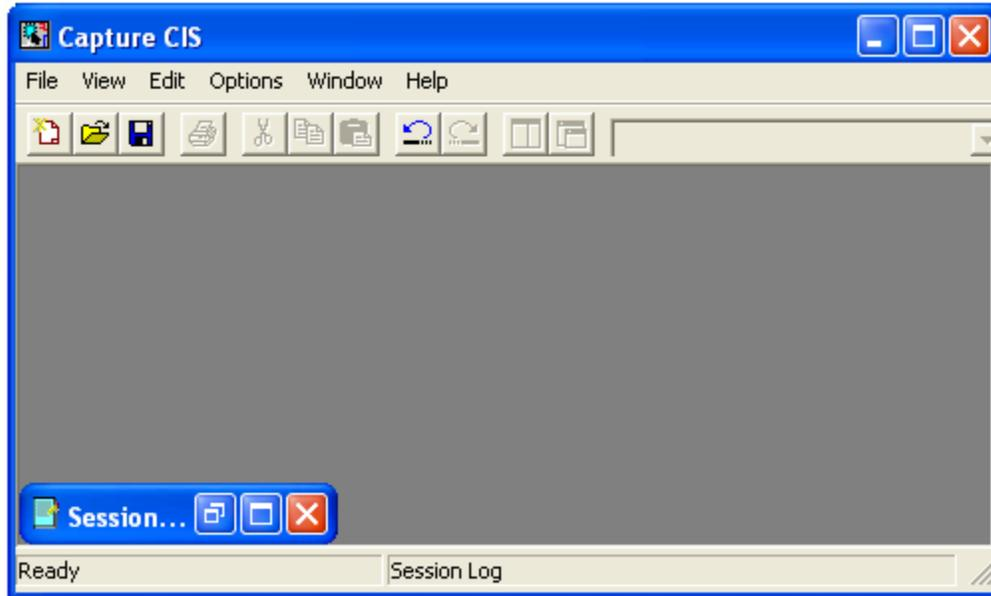

Figure 1.3: Page Capture CIS
- La fenêtre Capture CIS est représentée à la figure 1.3 :